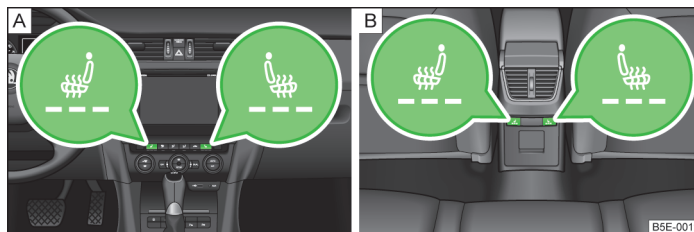

Abb. 53 Heizung: Vordersitze / Rücksitze
- › Die jeweilige Symboltaste **👉** bzw. **👈** » Abb. 53 drücken.
Durch einmaliges Drücken wird die Heizung auf die höchste Intensität - Stufe 3 geschaltet, die durch das Aufleuchten der drei Kontrollleuchten unterhalb der jeweiligen Taste » Abb. 53 - **A** bzw. in der jeweiligen Taste » Abb. 53 - **B** angezeigt wird.